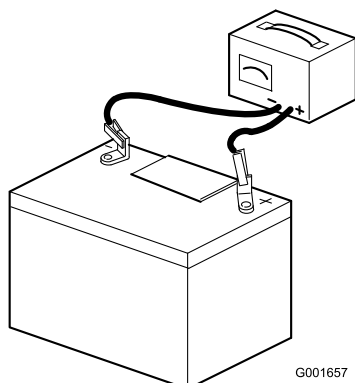

Figura 6
- Ligue um carregador de baterias de 3 a 4 amperes aos pólos da bateria (Figura 6). Carregue a bateria com um carregador de bateria de 3 a 4 amperes, durante 4 a 8 horas.